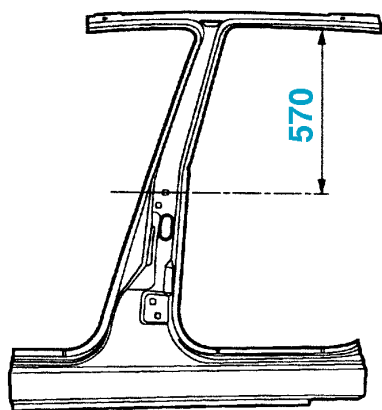

fig. CAR. 170
- Coupe définitive (fig. CAR. 170).